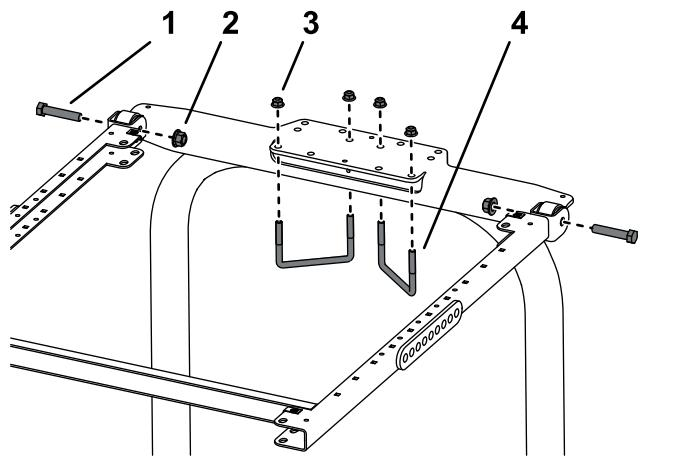

Figura 25
8. Posicione o suporte de montagem do ROPS na parte superior da barra de segurança da unidade de tração (Figura 25).
9. Utilizando os furos de montagem mostrados na Figura 25, monte o suporte na parte superior da barra de segurança com duas cavilhas em U ($4\frac{1}{2}$ pol. x $2\frac{3}{4}$ pol.) e quatro porcas flangeadas.